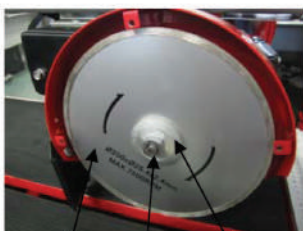

Рис. 5
2. Удерживая ключом шпindel, вторым гаечным ключом открутите зажимную гайку (2) диска (3) (по часовой стрелке) и снимите внешний фланец шпинделя (4) (Рис. 5).